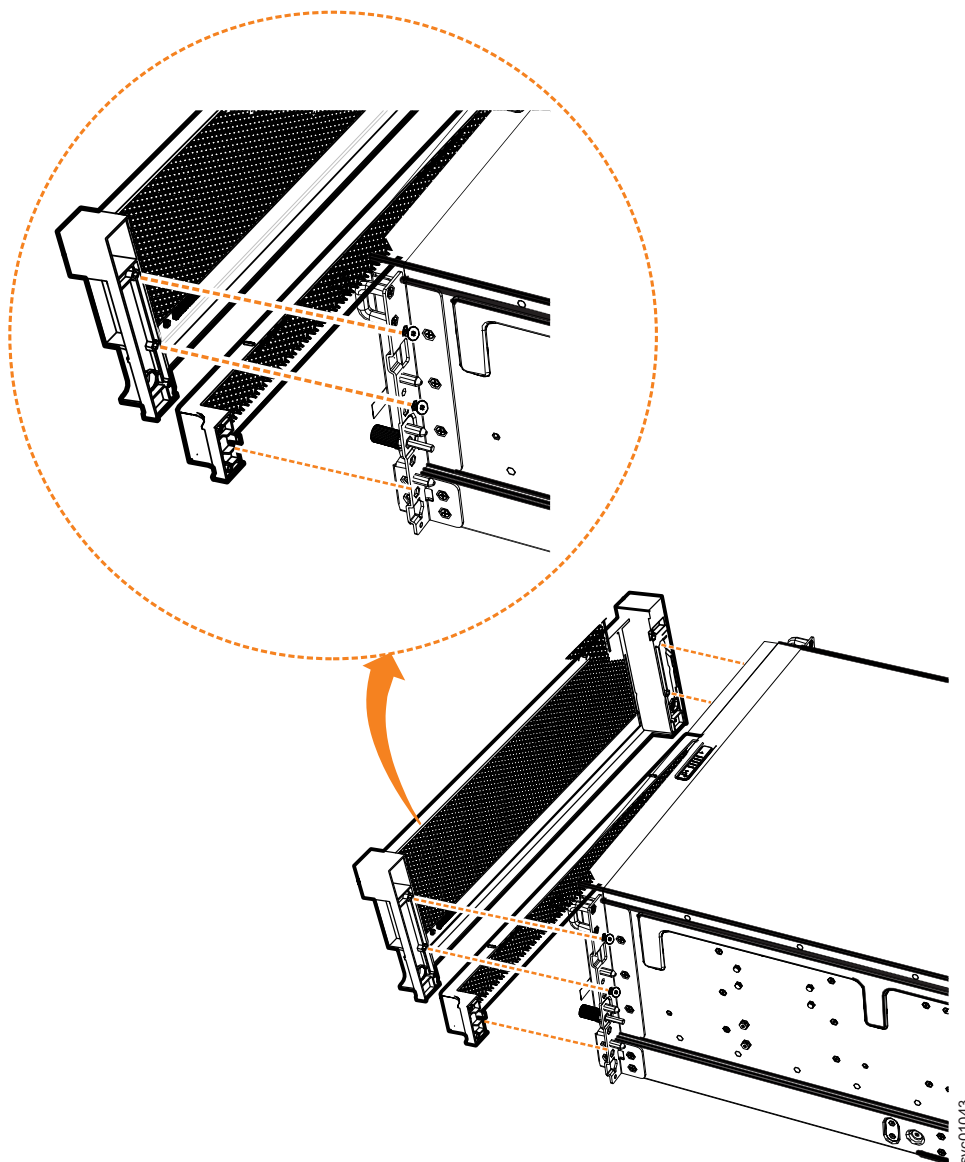

Рисунок 91. Замена панелей на корпусе расширения
2. Выровняйте фронтальную панель (4U) с корпусом так, чтобы совпали крепежные отверстия. Как показано на рис. 91 на стр. 95, этим действием крепежные отверстия панели совмещаются с отверстиями на переднем фланце корпуса.
4. Прикрепите нижнюю панель (1U), закрывающую блоки питания. Выровняйте панель с корпусом и аккуратно вставьте в шасси до щелчка (см. рис. 91 на стр. 95). Выровняйте язычок на каждой стороне панели с соответствующими пазами на фланце корпуса. Кроме того, штырьки на каждом фланце должны совпасть с соответствующим отверстием на каждой стороне панели.